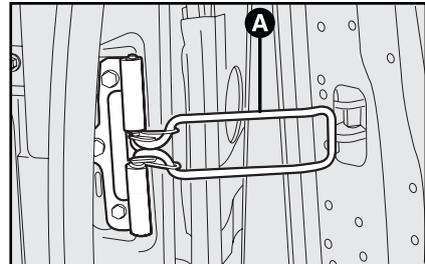

fig. 128
Es posible aumentar el ángulo de apertura de las dos hojas para facilitar las operaciones de carga y descarga. Para realizar esta operación, es necesario desenganchar los sistemas de muelle **A-fig. 128**; de este modo las puertas se abren a 180 grados aproximadamente.
- desenganche el muelle que limita la apertura a 90° **A-fig. 128**